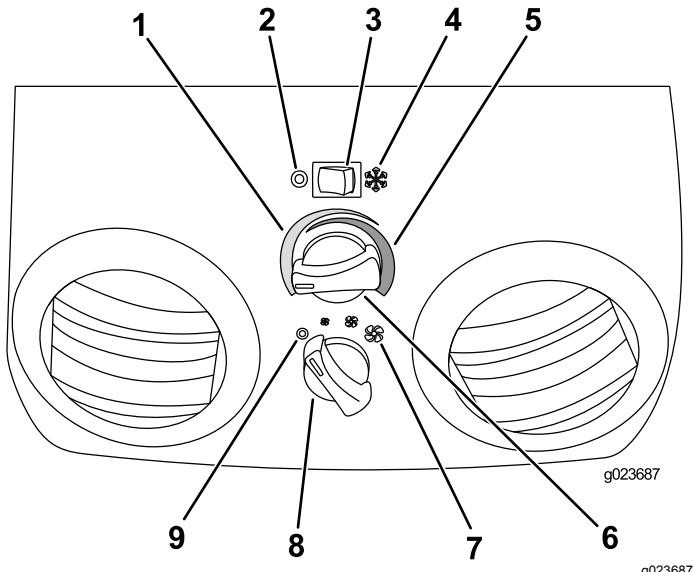

Figura 53
1. Mova a interruptor do AR CONDICIONADO à direita para colocar o ar condicionado na posição ON (Figura 53).
3. Gire o seletor de TEMPERATURA à esquerda até alcançar a temperatura desejada (Figura 53).
4. Gire o SELETOR DE VELOCIDADE do ventilador para a posição baixa, média ou alta (Figura 53).
1. Mova o interruptor do AR CONDICIONADO à esquerda para colocar o ar condicionado na posição OFF (Figura 53).
3. Gire o seletor de TEMPERATURA à direita até alcançar a temperatura desejada (Figura 53).